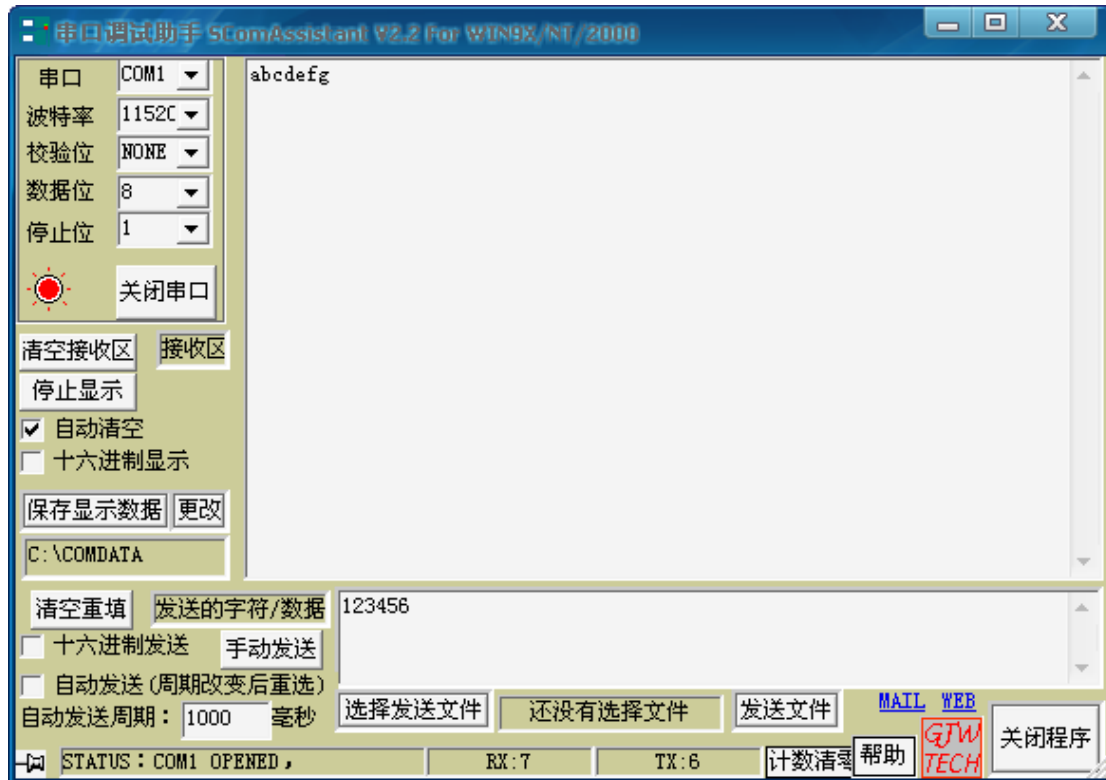
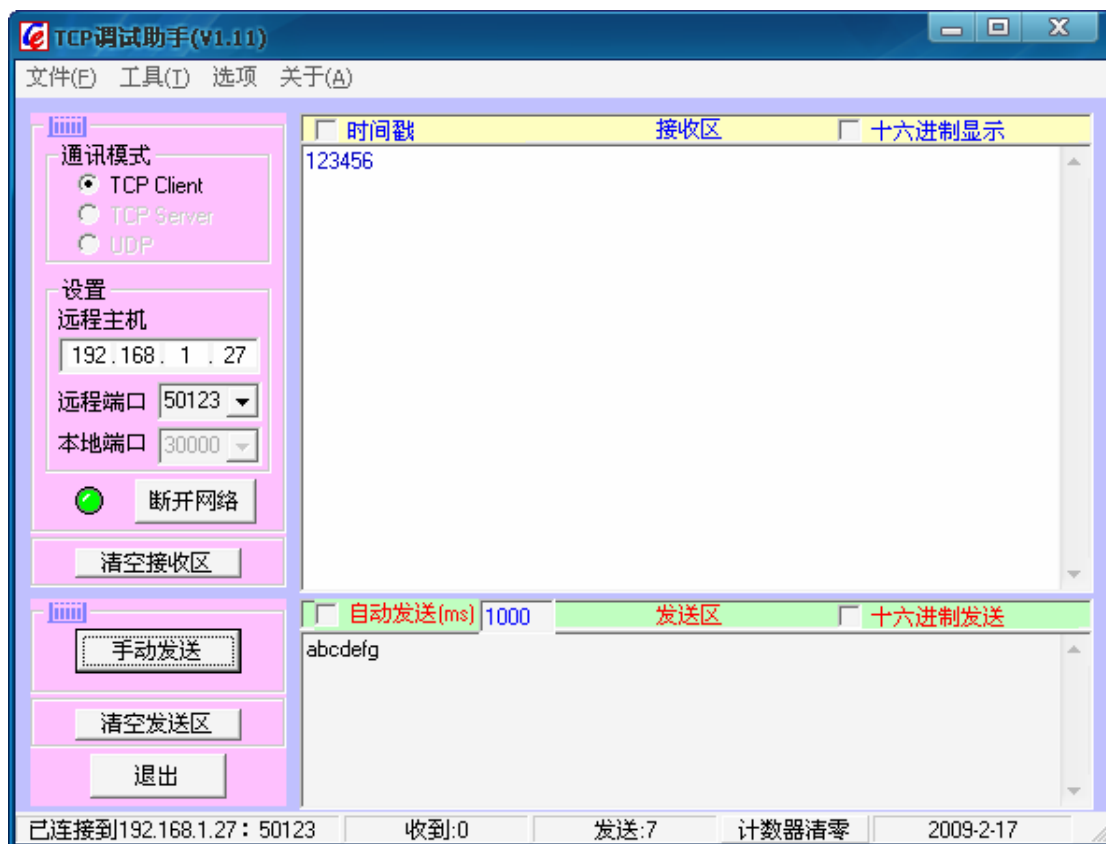

图 4 串口调试助手界面
图 5 TCP 调试助手界面
4) 经过以上 3 个步骤之后, 我们就可以进行测试了。在串口调试助手中的数据发送区输入的字符经发送后将会出现在 TCP 调试助手中的数据接收区; 反之, TCP 调试助手数据发送区输入的字符经发送后将会出现在串口调试助手的数据接收区中, 如图 4 和图 5 所示。这表明, 数据已经通过 EIC-NC20-485 转换器的转换。